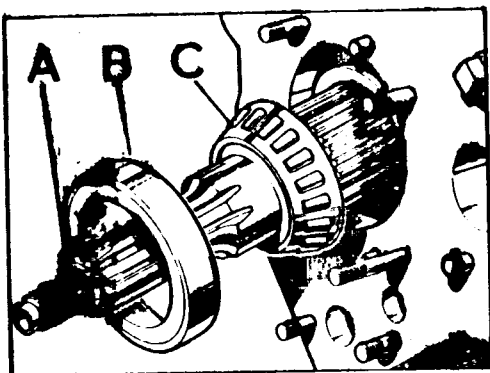

Fig. C-34 Cojinete trasero del eje de salida
- 1.3. Utilizando un mazo, se empujará el eje de salida, A, hacia atrás para poder retirar la pista exterior del cojinete trasero, asegurándose que las ranuras del eje no entren en contacto con el cárter, para evitar su deterioro (Fig. C-34).